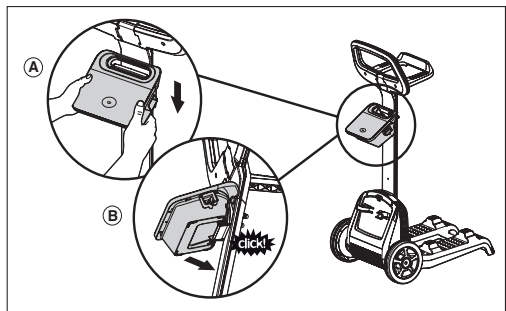

FIGURE 14
1. Accrochez la poignée du bloc d'alimentation sur le rebord supérieur de l'attache du bloc d'alimentation. Voir **Figure 14 (A)**.
2. Inclinez le bloc d'alimentation vers le support de la poignée jusqu'à ce que le bloc d'alimentation s'enclenche dans le bord inférieur de l'attache du bloc d'alimentation. Voir **Figure 14 (B)**.